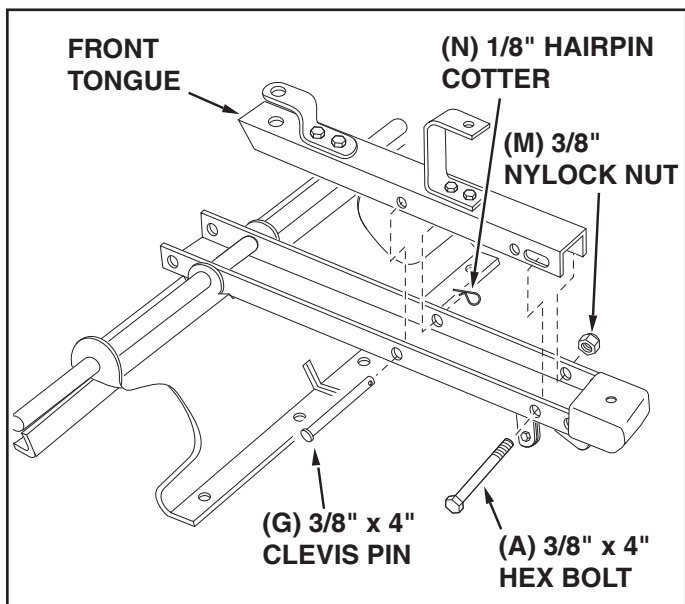

FIGURE 5
10. Place the front tongue inside the rear tongue as shown in figure 5. Fasten the tongues together using a 3/8" x 4" hex bolt (A) and a 3/8" nylock nut (M). **Tighten,** leaving the nut just loose enough that the tongues can pivot freely. See figure 5.
11. Insert the 3/8" x 4" clevis pin (G) through the tongues and secure with a 1/8" hairpin cotter (N), as shown in figure 5.
- d. Pivot the front tongue into the storage position underneath the rear tongue and secure it using the 3/8" x 4" clevis pin and hairpin cotter. (Refer to figure 5 on page 6.)
10. Placer la barre d'attelage avant dans la barre arrière, tel qu'illustré à la figure 5. Fixer les deux barres ensemble avec un boulon à 6 pans (A) et un contre-écrou (M). **Serrez,** tout en veillant à laisser l'écrou suffisamment desserré afin que les barres d'attelage puissent pivoter dans difficulté. Voir la figure 5.
11. Insérer la goupille de chape (G) dans les deux barres d'attelage, tel qu'illustré à la figure 5, et fixer avec une goupille d'attelage (N).